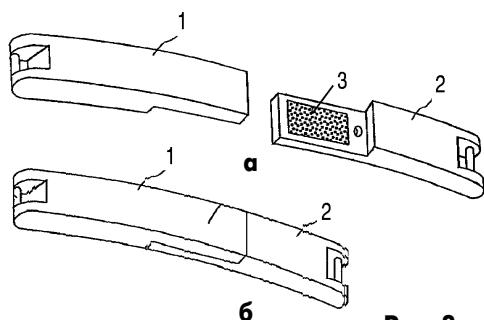

Рис. 8
**Застежка** описана в патенте США 2002/0112323 (2002 г.). Она состоит (рис.8,а) из двух частей 1 и 2, имеющих сопрягающиеся выемки, в которых установлены магниты 3. Фиксация за-
стежки осуществляется наложением этих двух частей друг на друга (рис.8,б).